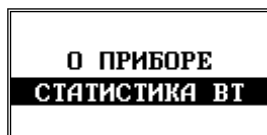

Рисунок 55
6.4.5.6 Пункт «СТАТИСТИКА BT» (рисунок 55) позволяет получить статистическую информацию по беспроводному соединению Bluetooth: время сессии, количество принятых и потерянных пакетов, уровень сигнала.